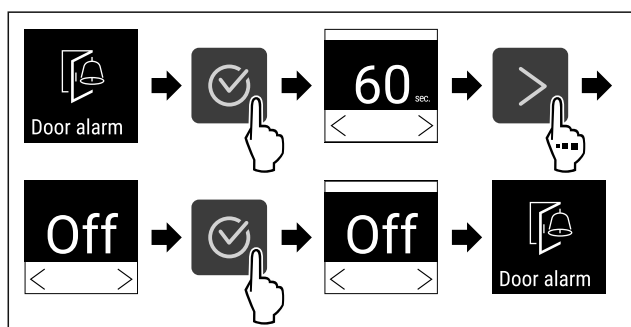

Fig. 107
- ▶ Vykonajte kroky akcie (pozri Fig. 107) .